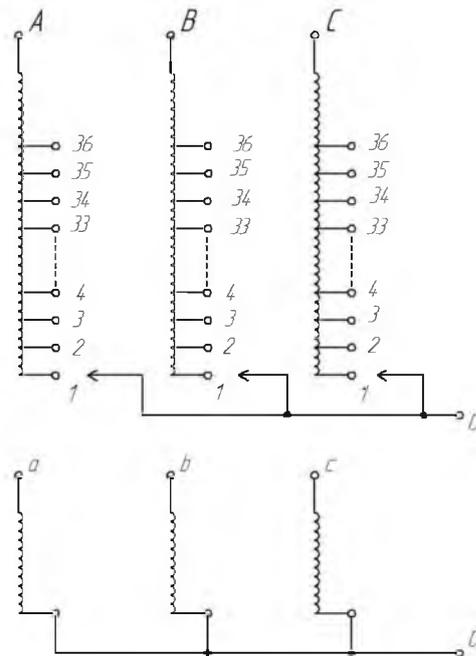

Рис. 3.2 Схема соединения обмоток при 36 ступенях регулирования.
3.4.3 Отводы представляют собой промежуточные токоведущие элементы, обеспечивающие соединение обмоток с вводами и переключающим устройством в требуемую электрическую схему. Соединения обмоток ВН выполняются проводами, соединения НН - шинами. Схемы соединения обмоток ВН и НН с 25 ступенями регулирования приведены на рис 3.1, с 36 ступенями регулирования – на рис. 3.2.